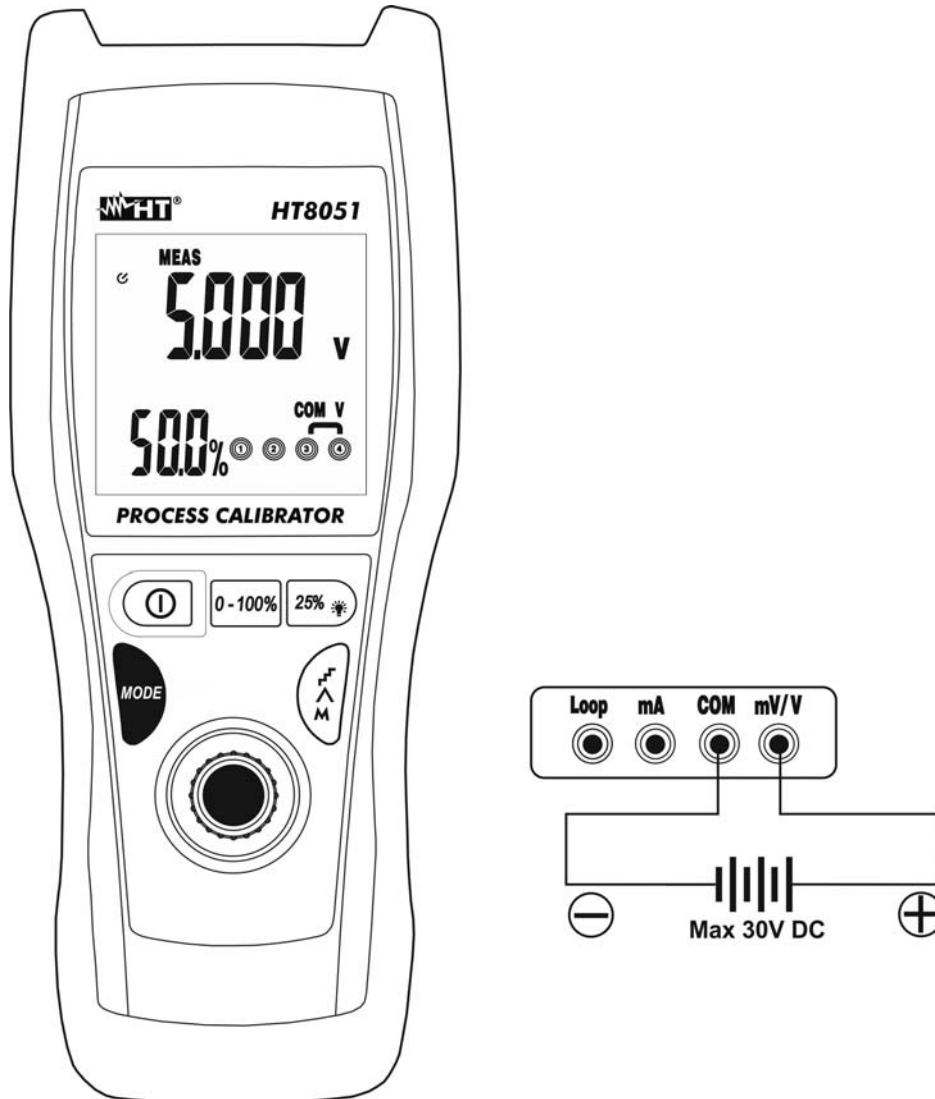

Fig. 3 : Mesure de Tension DC
3. Positionner l'embout vert et l'embout noir respectivement dans les points à potentiel positif et négatif du circuit sous test (voir la Fig. 3). La valeur de tension est montrée dans l'afficheur principal et la valeur en pourcentage par rapport à la fin d'échelle dans l'afficheur secondaire.
4. Le message « **-OL-** » indique que la tension sous test dépasse la valeur maximale mesurable par l'instrument. L'instrument ne pas effectuer des mesures de tension de polarité opposée par rapport à la connexion de la Fig. 3. La valeur "0.000" est affiché sur l'écran